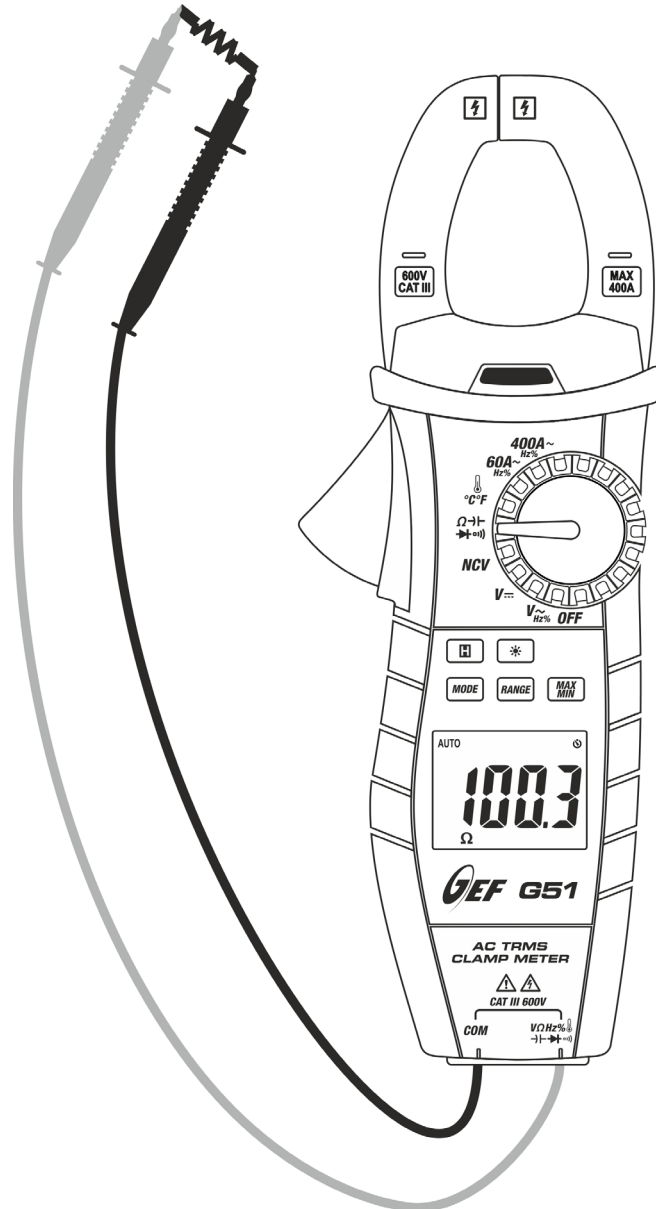

Fig. 7: Uso del instrumento para medida de Resistencia
3. Posicione las puntas de prueba en los puntos deseados del circuito en examen (vea Fig. 7). El valor de la resistencia se mostrará en pantalla